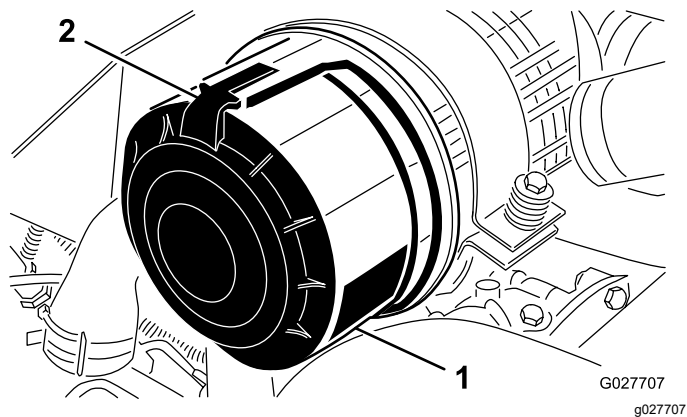

Рисунок 57
1. Отпустите защелки, фиксирующие крышку воздухоочистителя на его корпусе (**Рисунок 57**).